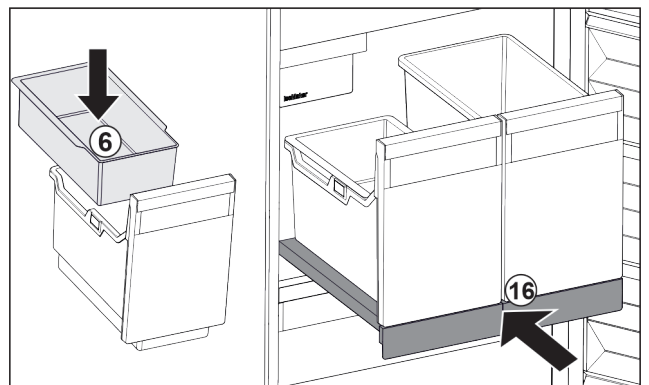

Fig. 25
- ▶ Einhängeschale Fig. 25 (6) für Eiswürfel einsetzen.
- ▶ Auszugsbord mit Behälter (IceTower) einschieben. Fig. 25 (16)